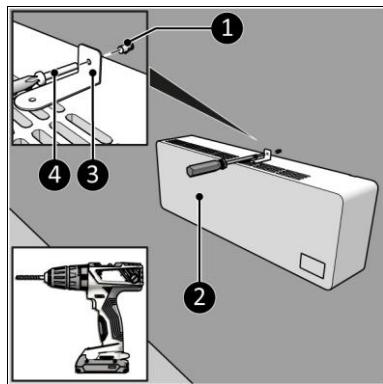

Abbildung 9
- Legen Sie die mitgelieferte Halterung oben auf das Heizerät (Abbildung 9, Pos.2) mit der kurzen Seite zur Wand.
- Bohren Sie an der markierten Stelle ein Loch und setzen Sie einen Dübel ein (Abbildung 9, Pos. 3).